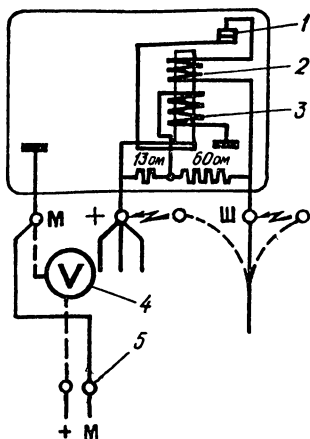

Рис. 63. Схема устройства и проверки реле-регулятора:
3. Проверить генератор, прежде всего убедившись в наличии тока в цепи возбуждения. Для этого провод, идущий от обмотки возбуждения генератора, отсоединить от клеммы Ш реле-регулятора и кратковременно прикоснуться к клемме + реле-регулятора (двигатель не работает, зажигание включено) (рис. 63).